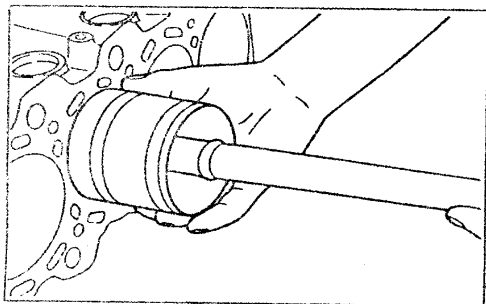

图 3-52
- 如图 3-52 所示, 用适当的活塞环压缩工具将活塞环压紧, 然后将活塞和连杆一起压入气缸。不得用力敲击活塞, 否则活塞环可能会断裂, 连杆轴颈可能会产生裂纹。